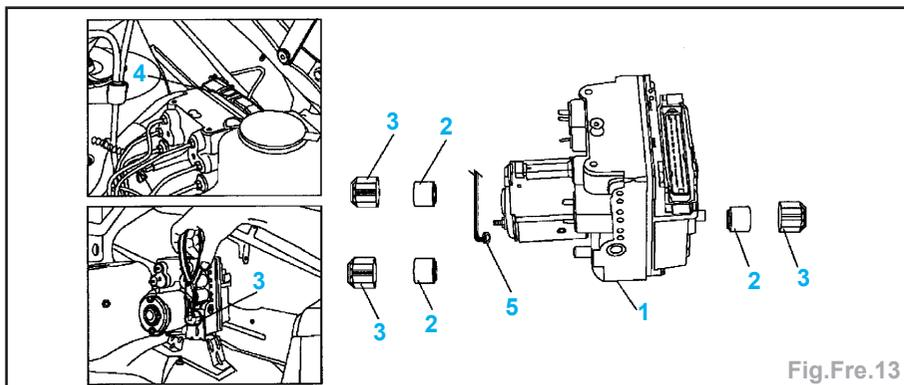

Fig.Fre.13
- Extraire le cache de la fiche (4) et débrancher cette dernière du groupe hydraulique ABS (1) (Fig.Fre.13).
- Débrancher le câble de masse (5) du groupe hydraulique.